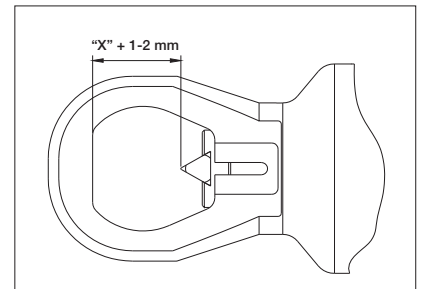

Figura 7
4. Gire a cabeça de corte até que a distância entre a base plana e a extremidade da lâmina seja igual à distância entre as porcas e o parafuso, previamente medida na Passo 1 MAIS um adicional de 1 a 2 mm (1/16"). Ver Figura 7.